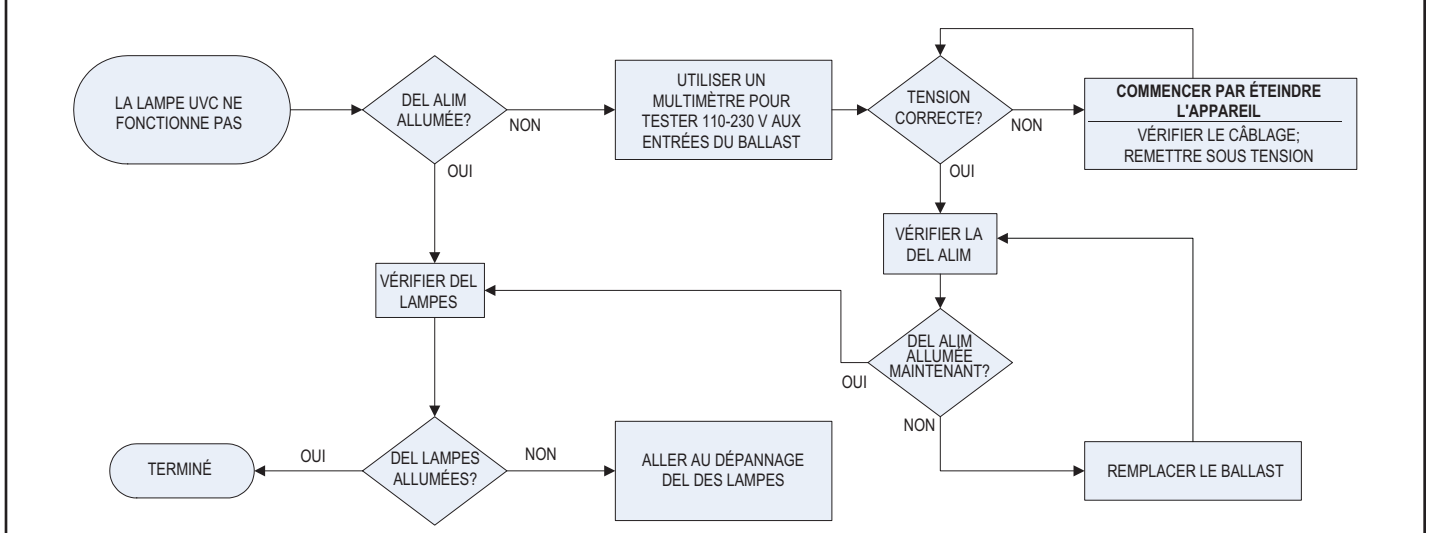
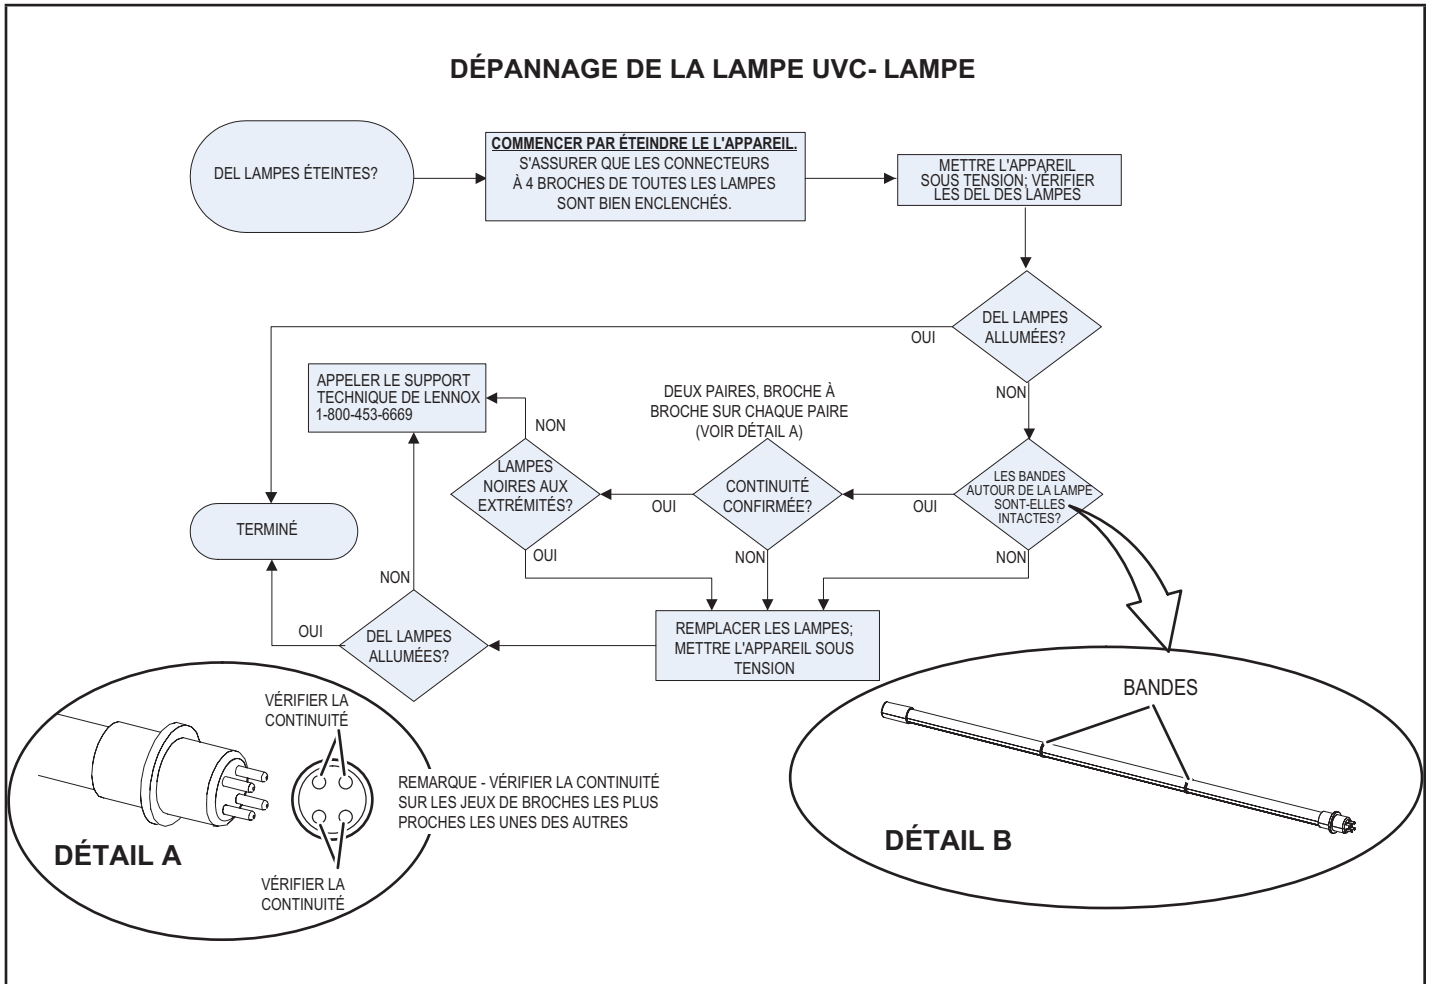

FIGURE 45
FIGURE 46
- 2 - Vérifiez la continuité électrique entre les broches de la lampe pour vérifier la continuité des filaments de la lampe (voir FIGURE 46).
Des tableaux de dépannage sont fournis pour aider à déterminer la cause des problèmes rencontrés FIGURE 45 et FIGURE 46).